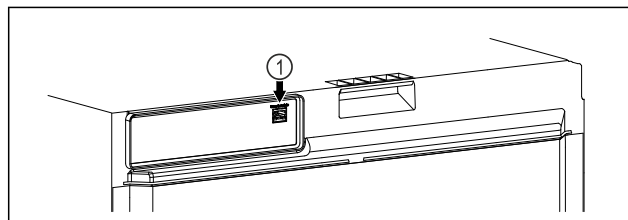

Fig. 113
- ☐ Le SmartModule Fig. 113 (1) est installé.